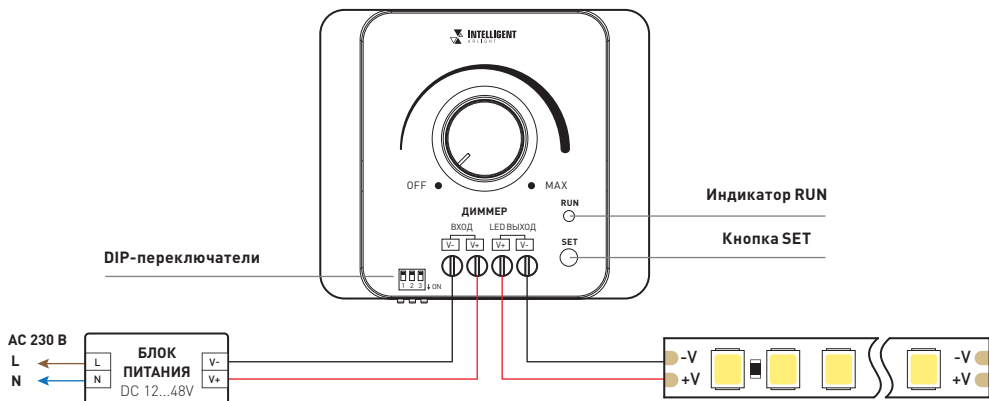

Рис. 2. Схема подключения
- 3.2. Подключите диммер в соответствии со схемой на рис. 2: